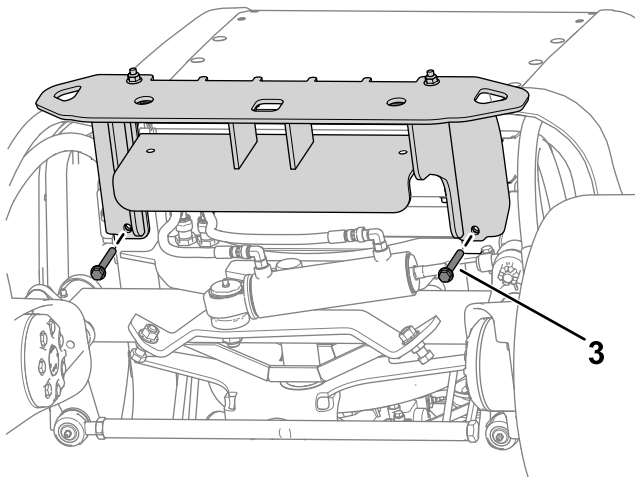

Рисунок 14
2. Прикрепите, не затягивая, верхнюю часть бампера к раме машины с помощью 4 болтов ( $\frac{3}{8}$  x  $3\frac{1}{4}$  дюйма) и 4 гаек ( $\frac{3}{8}$  дюйма), как показано на Рисунок 14.
3. Закрепите, не затягивая, бампер под рамой машины с помощью 2 болтов ( $\frac{3}{8}$  x  $2\frac{3}{4}$  дюйма) и 2 гаек ( $\frac{3}{8}$  дюйма), как показано на Рисунок 14.